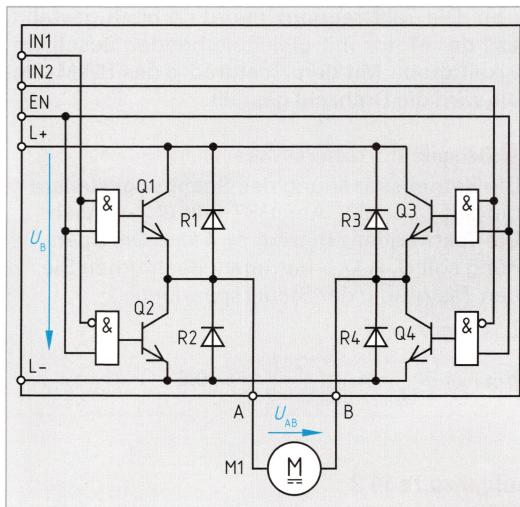
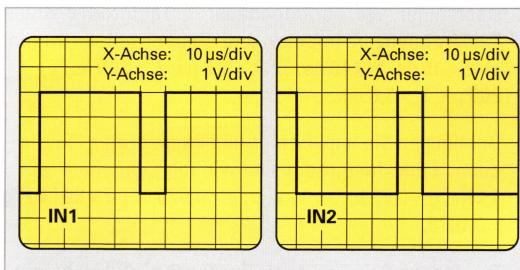

Bild 1: Schema H-Brücke mit Steuersignalen
Bild 2: Oszillosrogramme der Steuersignale IN1 und IN2 einer H-Brücke
- In Bild 1 ist das Schema einer H-Brücke mit den logischen Steuereingängen IN1, IN2 und EN (enable) dargestellt. Wie müssen die Eingänge angesteuert werden, damit a) $U_{AB} > 0$, b) $U_{AB} < 0$? c) Was wird erreicht, wenn die Eingänge IN1 und IN2 zueinander invers angesteuert werden?
- Die Eingänge IN1 und IN2 der H-Brücke Bild 1 sind zueinander invers geschaltet und werden mit PWM angesteuert. Die Betriebsspannung beträgt $U_b = 24$ V, die Spannungen U_{CE} der Transistoren sind vernachlässigbar. a) Bestimmen Sie den erforderlichen Tastgrad g der PWM. Der Mittelwert der Brückenspannung beträgt $U_{AB} = 0$ V; 12 V; -8 V; -2 V; 6 V. b) Im Bild 2 ist ein Oszillosrogramm des PWM-Signals dargestellt. Das Signal ist an IN1 direkt und an IN2 invertiert angeschlossen. Bestimmen Sie Periodendauer T , Frequenz f , Tastgrad g und Mittelwert U_{AB} .